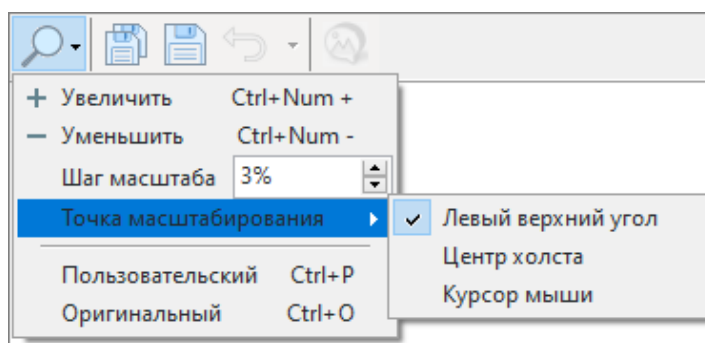

Рисунок 6-451 Контекстное меню "Точка масштабирования"
- **«Точка масштабирования»** – вызов контекстного меню (см. Рисунок 6-451) определения точки масштабирования, где доступны варианты: «левый верхний угол» (значение по умолчанию), «центр холста», «курсор мыши»;